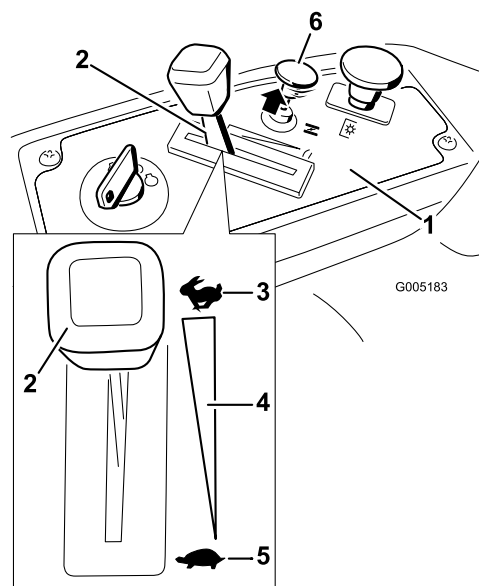

Figure 11
3. Tirez la commande de starter pour démarrer un moteur à froid (Figure 11).
3. Tournez la clé de contact en position Contact coupé (Figure 11).